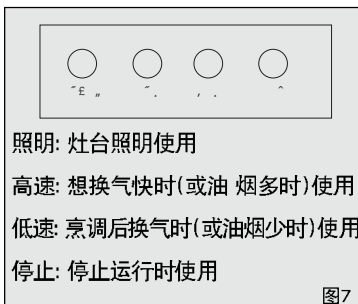

图7
3. “照明” 键为自锁开关, 按动一次照明灯亮, 再按动一次照明灯灭 (图7);